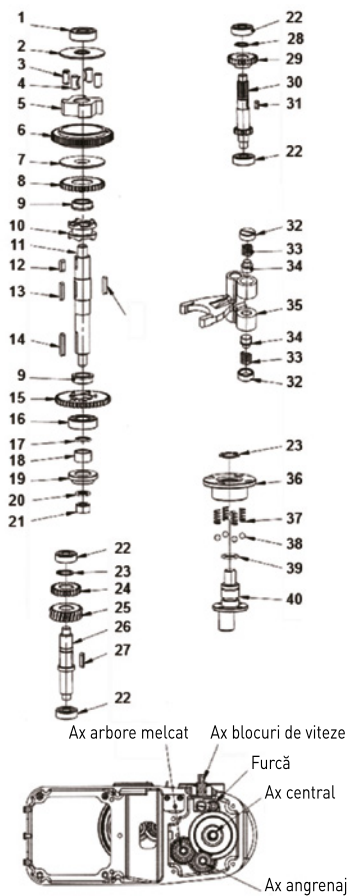

Figura 2: Ansamblu angrenaj
- Ansamblul angrenajului (Figura 2);
## Lista pieselor mașinii din Figura 2